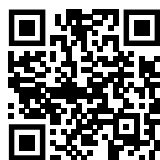

Fig. 155
- ▶ Abrir el Liebherr SmartMonitoring Dashboard. (consulte Fig. 155).